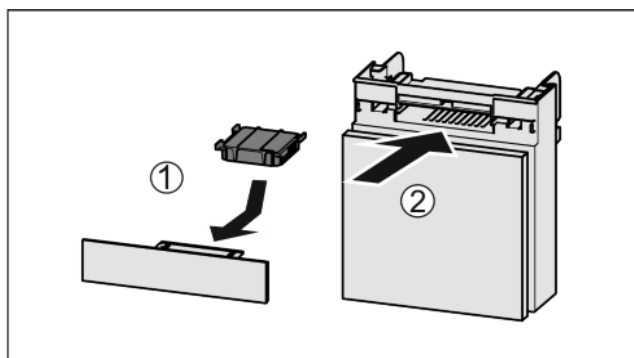

Fig. 52
- ▶ Inserire il vano Fig. 52 (2).